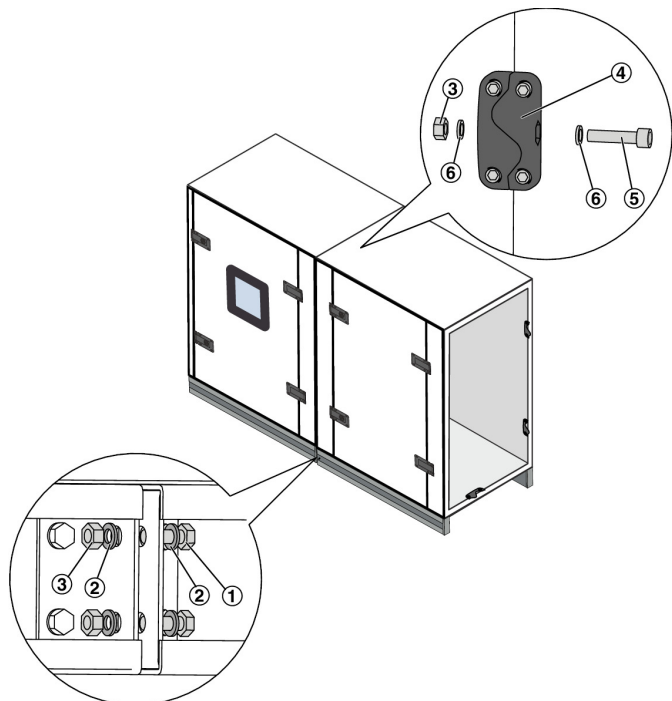

Abb. 16: Grundrahmen verschrauben
3. ▶ Bei mehreren RLT-Bauteilen diese untereinander mit Bauteilverbindern verbinden, (Abb. 16 /4).